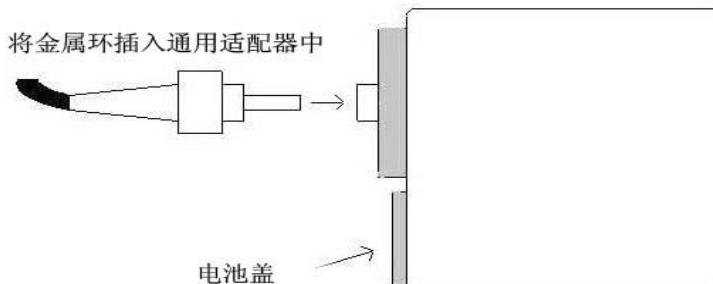

图 1
- 1、首先把抛光的连接器装入适配器，如果您已经购买了我们的通用适配器，很简单将金属环(2.5mm)塞进孔里直到你感觉碰到底，(如图 1)它可能需要一点压力来获得它而开始为我们的通用适配器安装一个无滑动抓紧装置，重要的是塞入连接器金属环一直塞到底，以防从一个连接器到下一个发生变化时需要重新聚焦，如果您已经购买了其中一种专用的适配器，插入连接器就如同您将插入一个插头板或伴侣连接器。